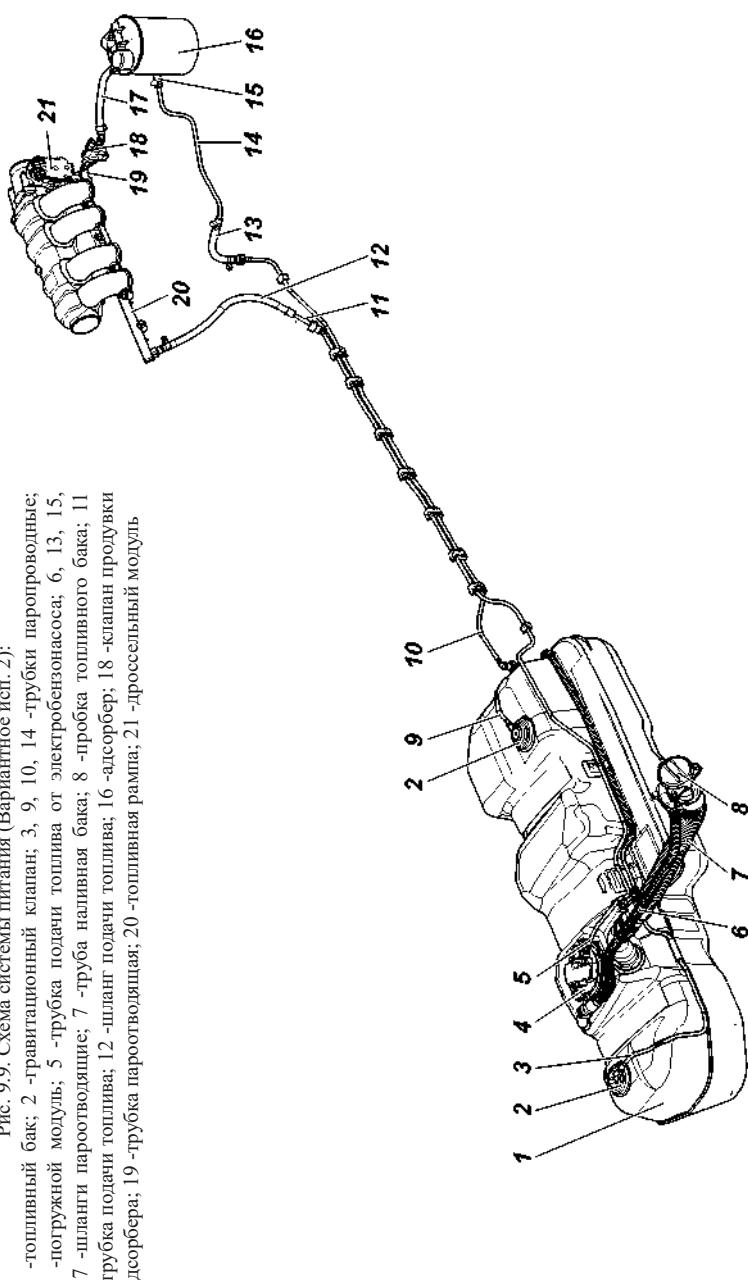

Рис. 9.9. Схема системы питания (Вариантное исп. 2):
**Топливный бак 1** (рис. 9.9) пластиковый (многослойный) оборудован металлической защитой для защиты узла от повреждений при движении автомобиля по тяжелому грунту.
**Погружной модуль 4** (рис. 9.9) включает в себя электробензонасос, сетчатый фильтр, фильтр тонкой очистки топлива, заборную камеру со струйным насосом, штуцером подачи топлива к предпусковому подогревателю, регулятор давления и датчик указателя уровня топлива.